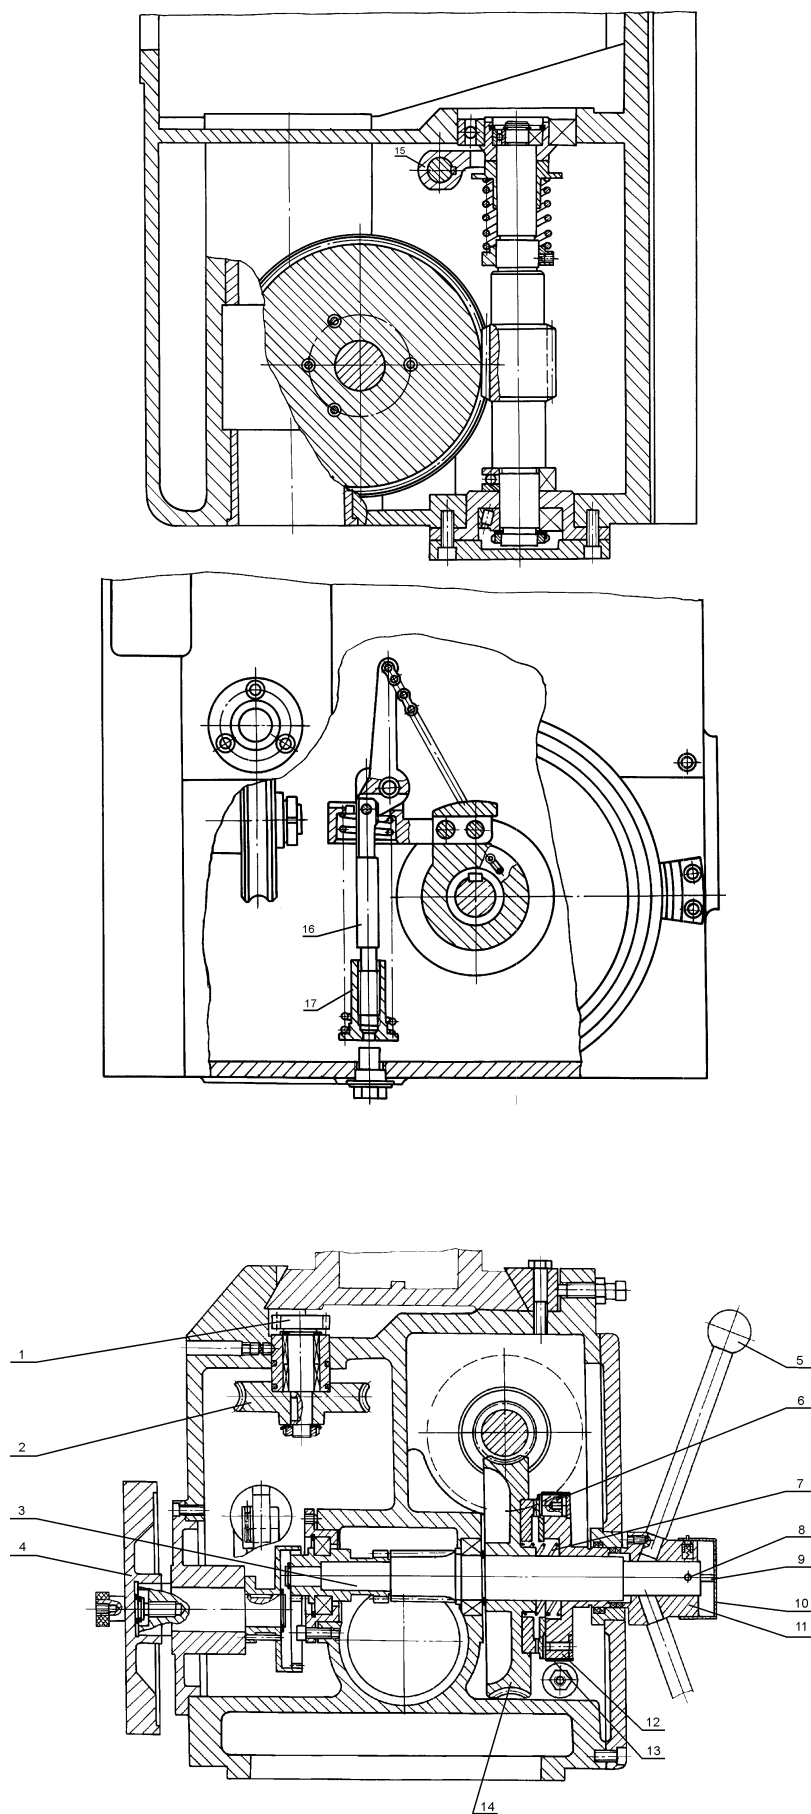

Рис. 13. Головка сверлильная.
7.8. Сверлильная головка (рис.13)
Принцип работы механизма подачи при ручном управлении заключается в следующем: при вращении штурвала 5 на себя поворачивается кулачковая муфта 11, которая через обойму-полумуфту 12 вращает вал-шестерню 3 реечной передачи, происходит ручная подача шпинделя (см. рис. 13).
Предохранительная муфта механизма подачи находится в сверлильной головке (рис. 13) и отрегулирована по осевому усилию на шпинделе на 15% больше допускаемого. Для регулировки муфты необходимо снять правую верхнюю крышку сверлильной головки и гайкой червяка уменьшить или увеличить натяжение пружины.
Для подтяжки пружины противовеса (рис. 13) нужно отвернуть пробку (поз.19) на дне сверлильной головки, слить масло из резервуара, поворотом винта подтянуть пружину.